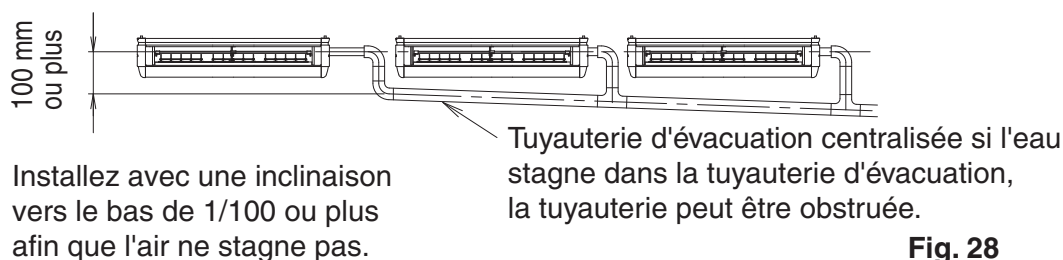

Fig. 28
- Afin d'éviter que le tuyau d'évacuation fourni (1) subisse une force excessive, ne le pliez pas et ne le tordez pas. (cela peut causer une fuite d'eau.)
- Pour diriger la tuyauterie d'évacuation centralisée, suivez les instructions de la **Fig. 28**. Pour le diamètre de la tuyauterie d'évacuation centralisée, choisissez le diamètre qui correspond à la capacité de l'unité intérieure à raccorder. (Reportez-vous au guide technique.)